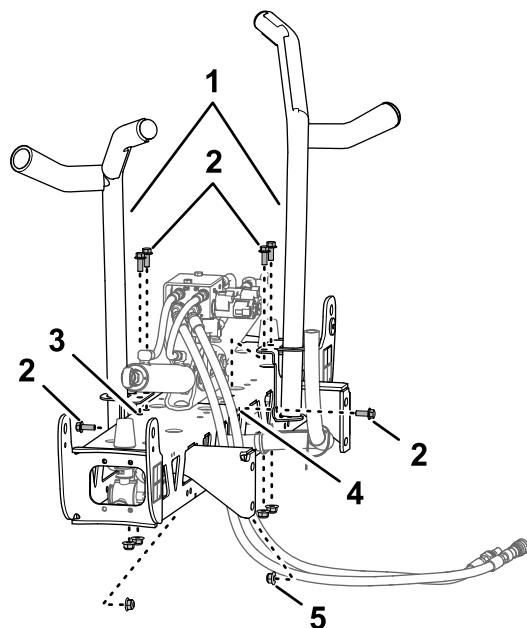
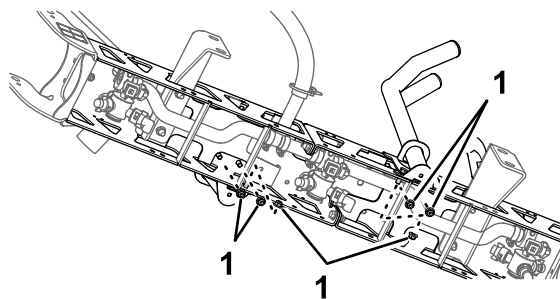

図 35
図 36
2. 移動走行用ブームクレードルをセンターブームに合わせる (図 35)。
3. ボルト $\frac{3}{8}$ x 1" 6本とフランジナット $\frac{3}{8}$ " を使用して、クレードルをブームに固定する 図 35 と 図 36。